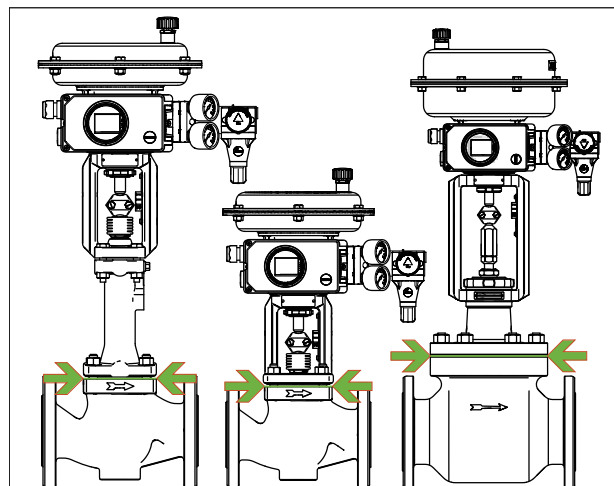

Рис. 13: Граница изоляции регулирующих клапанов (пример)
- ⇒ Изолируйте регулирующие клапаны до фланца крышки корпуса клапана, см. Рис. 13. Это также относится к исполнениям с сильфонной или изолирующей вставкой при температуре среды ниже 0 °C (32 °F) или выше 220 °C (428 °F). Если изолирующая ставка также изолируется, она теряет свою функцию!